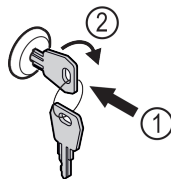

Fig. 190
- ▶ Trykk inn nøkkelen. Fig. 190 (1)
- ▶ Vri nøkkelen 90° med klokka. Fig. 190 (2)